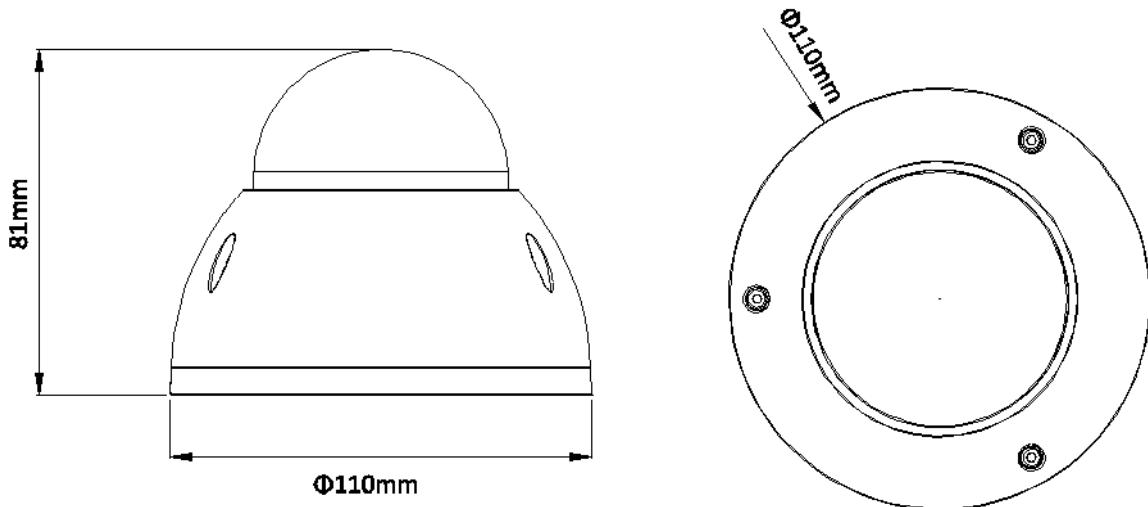

Рисунок 1
3.2 Выберите место крепления камеры с учетом габаритных размеров (рис.1) и удобства работы с монтажным инструментом.